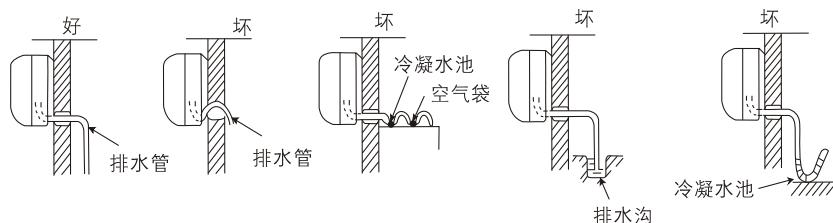

图30
- (1) 用附件⑯ 排水管与室内机组的出水管连接起来。
(2) 如要使冷凝水流得舒畅,排水管应倾斜少许,如图30所示。